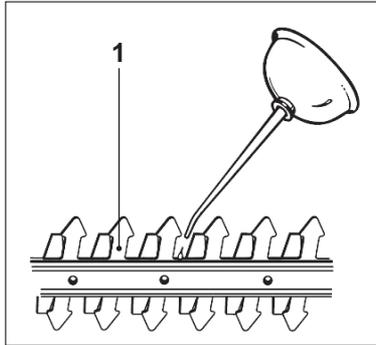

Fig. 15
2. Lubrifiez la lame [1] après chaque utilisation afin de prolonger la durée de vie de la lame et du produit. Appliquez de l'huile à machine légère le long du bord de la lame (Fig. 15).